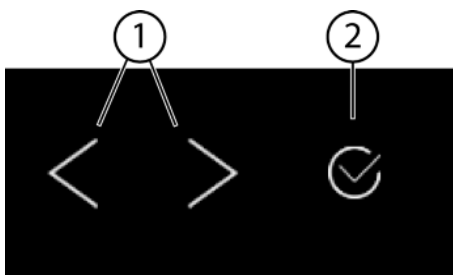
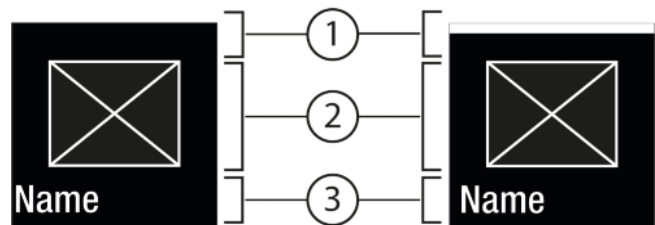
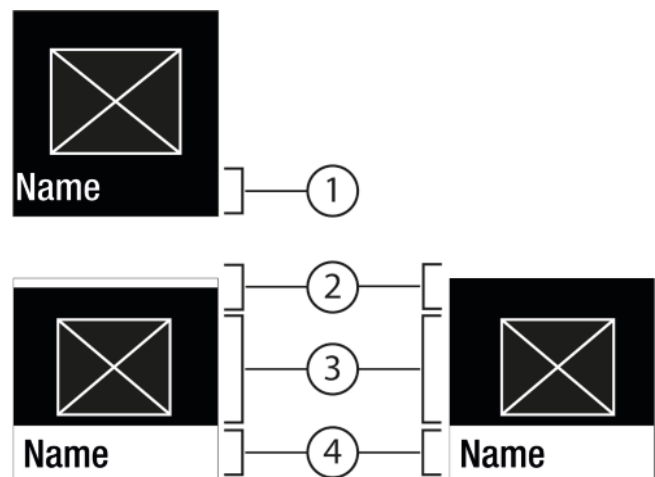

Fig. 5
Fig. 6
Fig. 7
(1) Săgeată pentru navigare stânga / dreapta
(2) Confirmare
Săgeată pentru navigare stânga / dreapta Fig. 5 (1):
Confirmare Fig. 5 (2):
- Navigați cu săgeata pentru navigare stânga / dreapta Fig. 5 (1).
- Cu Confirmare Fig. 5 (2) activați Fig. 6 (1) / dezactivați Fig. 6 (1) funcția / setare.
- Cu Confirmare Fig. 5 (2) apăsați Submeniul Fig. 7 (4).
- Setări valoarea nouă: Cu Confirmare Fig. 5 (2) selectați o valoare dezactivată Fig. 6 (1).
- Înapoi în meniu: Cu Confirmare Fig. 5 (2) selectați valoarea activată Fig. 6 (2) deja.
- ▶ Apăsați săgețile pentru navigare Fig. 5 (1) până când este afișată funcția.
- ▶ Apăsați Confirmare Fig. 5 (2).
- ▶ Apăsați săgețile pentru navigare Fig. 5 (1) până când se afișează funcția.
- ▶ Cu săgețile pentru navigare Fig. 5 (1) selectați valoarea de setare.
- ▷ Starea: activată Fig. 6 (1) apare scurt în submeniu Fig. 7 (4).
- ▶ Apăsați săgețile pentru navigare Fig. 5 (1) până când se afișează setările .
- ▶ Apăsați săgețile pentru navigare Fig. 5 (1) până când se afișează setarea dorită.